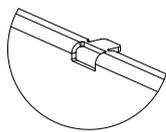

Bild 1
2. Das Profil besteht aus einer Stange (ohne Trennung/Stoss), welche beidseitig mit Abschlussdeckeln geschlossen ist. Vor der Montage muss die Entwässerungsbohrung angebracht werden (1 x pro Stange, $d = 8 \text{ mm}$). Am Entwässerungsschuh kann mit einer Zange die mechanische Sicherung abgedreht werden (Bild 1). Abschliessend wird die Entwässerungslösung angebracht, mit einem PVC-Schlauch verbunden und mit einer Schlauchbride gesichert.